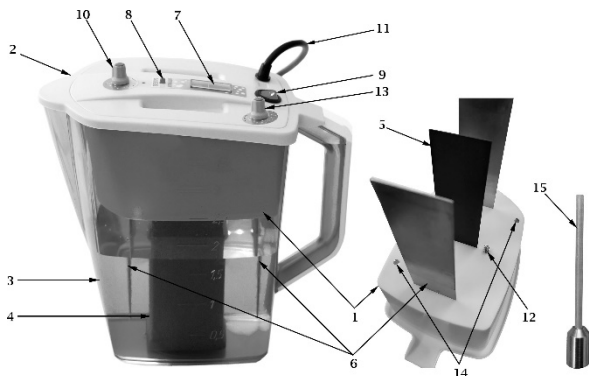

Рисунок 1 – Общий вид ионизатора воды
4.1 Ионизатор воды состоит из четырех основных частей (рис.1):
- съёмной верхней крышки (1) с электродами;
- блока питания, встроенного в съёмную верхнюю крышку (1);
- основной ёмкости (2);
- керамического стакана (3), помещаемого в основную ёмкость (2);